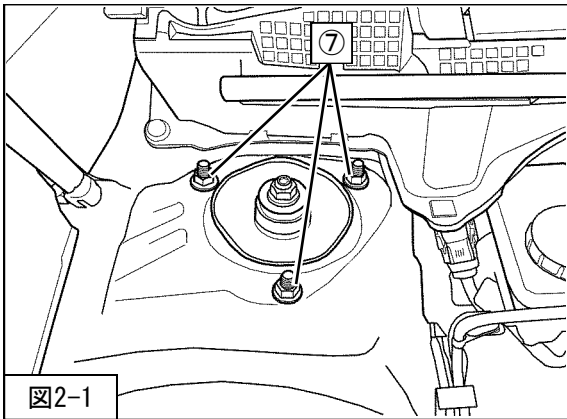

図2-1
⑦フロントサスペンションASSYアッパー取付ナットを車両に取付けてください。(図2-1) (締付トルク: 32N・m)